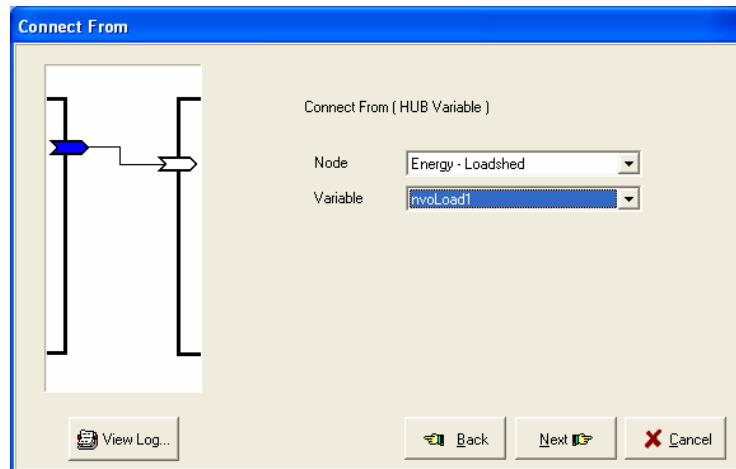

Figure 18 – Connexion provenant de...
- 7- Dans la liste déroulante **Node** de la boîte **Connect From** (Figure 18), sélectionner le nœud du module concerné (**Energy - Loadshed** ).